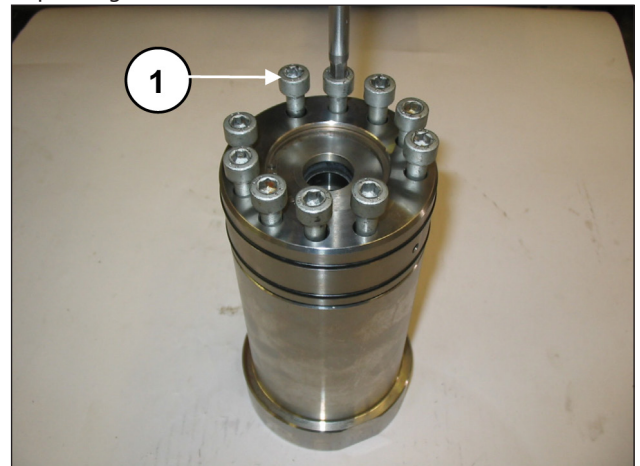
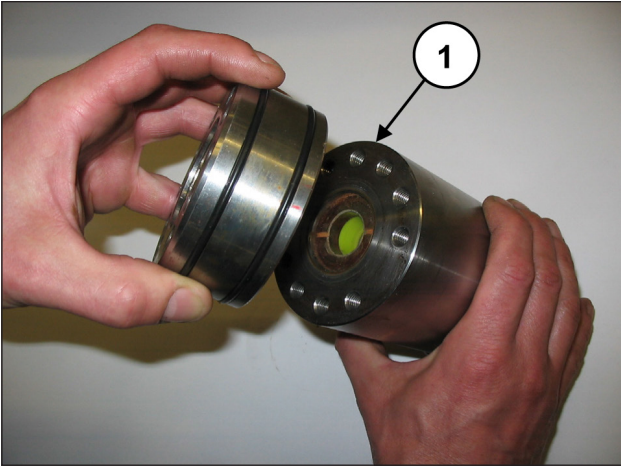

Fig. 124
Fig. 125
Déposer les vis M8x50 de fixation du support de la chemise (rep. ①, Fig. 124) et désassembler le support de la chemise (rep. ①, Fig. 125).